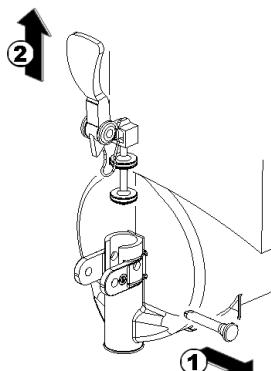

figure 11
- 5** Démonter le robinet selon la séquence indiquée (voir figure 11).
- 3 Remonter le robinet sur le réservoir en suivant la séquence effectuée pour le démontage en sens inverse (voir figure 11).